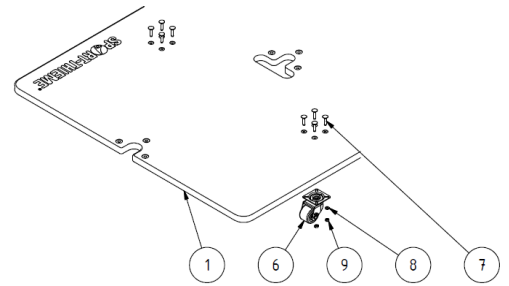

Abb. 3: Montage der Schwerlastlenkrollen
Als nächstes werden die 4 Schwerlastlenkrollen ⑥ an den Bodenplatten ① montiert (Abb. 3). Schlagen Sie dazu zunächst mit einem Hammer die 16 Flachrundschrauben mit Vierkantansatz ⑦ leicht in die vorgebohrten Löcher der Bodenplatte ein. Anschließend befestigen Sie die Schwerlastlenkrollen mit Hilfe eines Schraubenschlüssels SW 10 und der 16 Federringe ⑧ sowie der 16 Sechskantmutter ⑨.